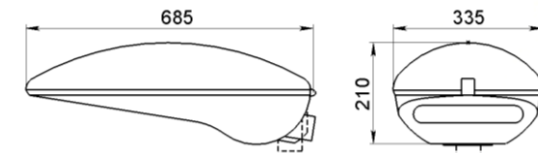

Рисунок 1
2.1 Светильники консольные серии ЖКУ/ГКУ34 «Альфа» УХЛ1 (рисунок 1) с газоразрядными лампами высокого давления предназначены для наружного освещения: освещения улиц, дорог с высокой, средней и слабой интенсивностью движения транспорта, железнодорожных платформ и станций, мостов, территорий дворов, школ.